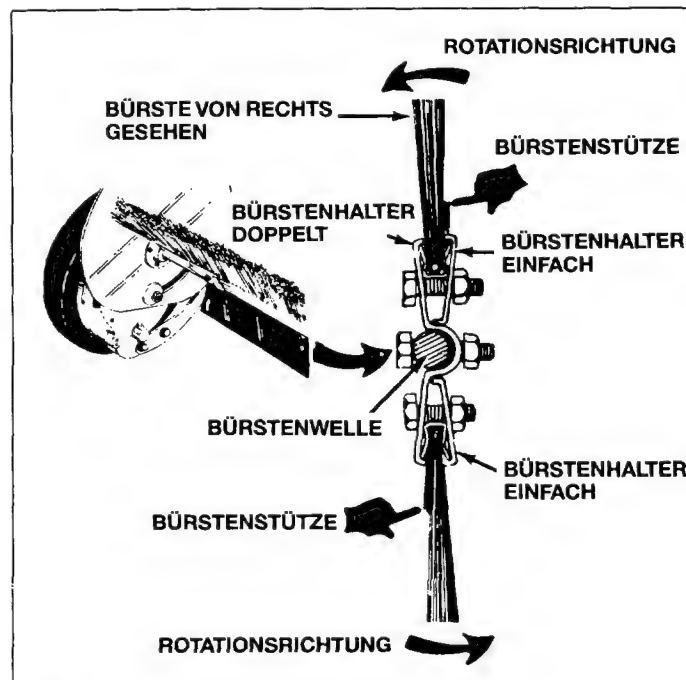

Bild 36
4. Die Sechskantschrauben und Muttern, die den kleinen Bürstenhalter halten, lösen. Siehe Bild 36. Die Bürsten aus den Haltern schieben und die Position auf den Bürstenstützen notieren.
5. Neue Bürste einsetzen und kontrollieren, da die Stellung der Bürstenstützen die gleiche ist wie vorher. Siehe Bild 36.